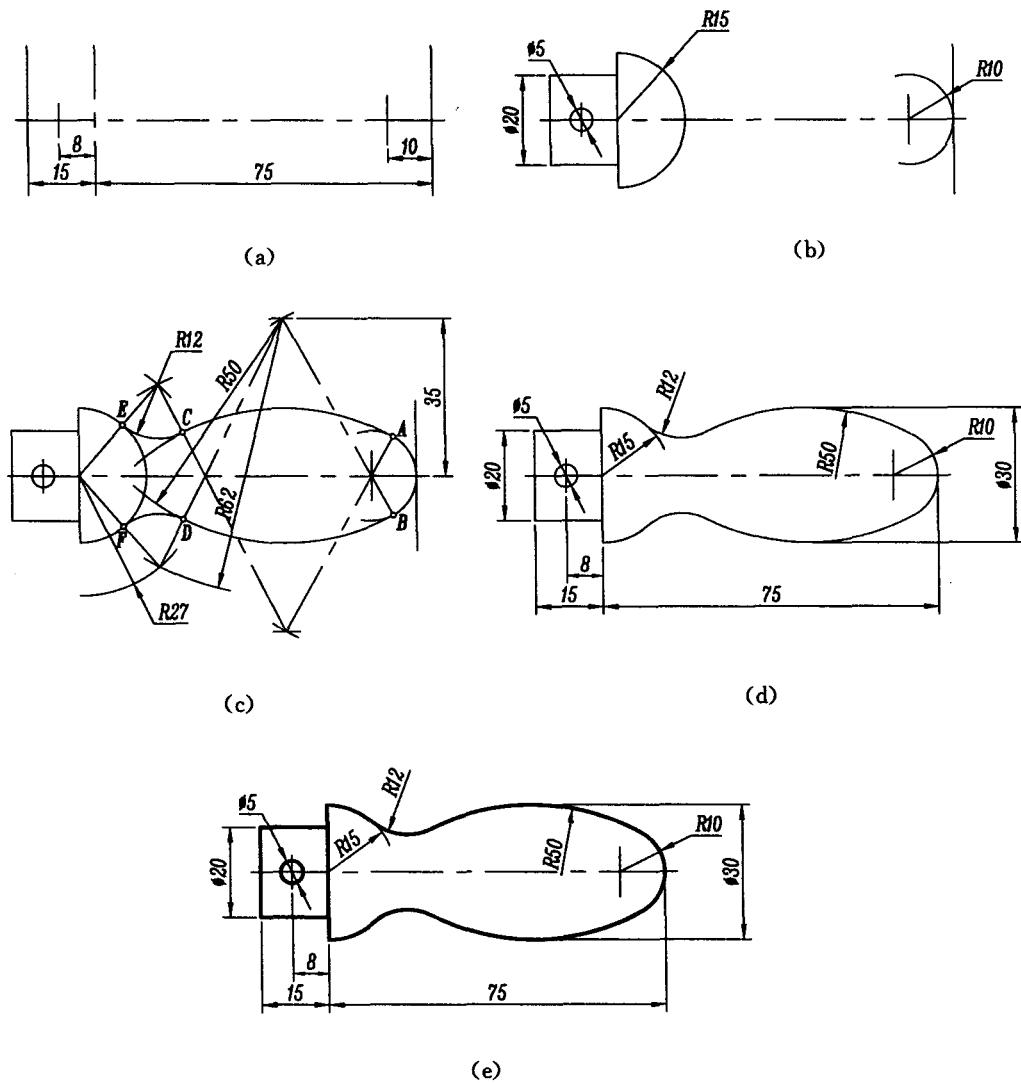

图 1.4 手柄平面图形的作图过程
(1) 画水平和垂直基准线,如图 1.4(a)所示。
(2) 画已知线段(弧),如图 1.4(b)中  $\phi 5$ 、 $R10$ 、 $R15$  为已知弧。根据定位尺寸  $8$ 、 $75$  分别确定它们的圆心,画出已知弧;根据  $\phi 20$  画出左边矩形线框。
(3) 画中间及连接线段(弧),如图 1.4(c)中  $R50$  为中间弧, $R12$  为连接弧。根据相切条件和  $\phi 30$  这个尺寸可求出  $R50$  这段弧的圆心,画出弧  $R50$ ;根据  $R12$  与  $R50$  和  $R15$  相切的条件,可求出  $R12$  的圆心,画出连接弧  $R12$ 。切点分别为  $A$ 、 $B$ 、 $C$ 、 $D$ 、 $E$ 、 $F$ 。
(4) 检查整理,擦去多余的图线并标注尺寸,如图 1.4(d)所示。
(5) 加粗图形轮廓线,完成全图。如图 1.4(e)所示。